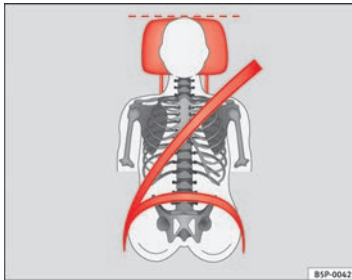
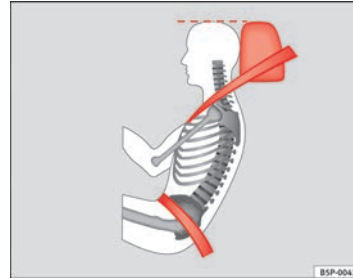

Abb. 69 Von vorne betrachtet: richtig eingestellte Kopfstütze und korrekter Gurtverlauf
Abb. 70 Von der Seite betrachtet: richtig eingestellte Kopfstütze und korrekter Gurtverlauf
- Die Kopfstützen so einstellen, dass sich die Oberkante der Kopfstütze möglichst auf einer Linie mit dem oberen Teil Ihres Kopfes, aber mindestens auf Augenhöhe befindet → Abb. 69 und → Abb. 70.